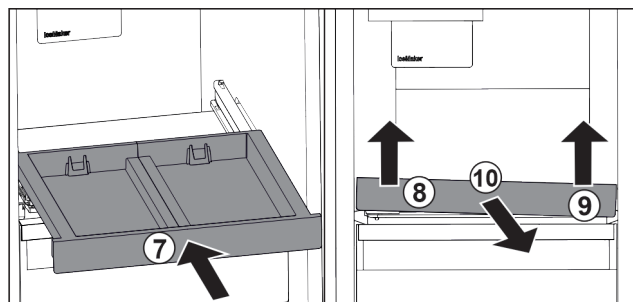

Fig. 25
- ▶ Wsunąć wysuwaną półkę. Fig. 25 (7)
- ▶ Unieść wysuwaną półkę z przodu po lewej. Fig. 25 (8)
- ▶ Unieść wysuwaną półkę z przodu po prawej. Fig. 25 (9)
- ▶ Wyjąć wysuwaną półkę do przodu. Fig. 25 (10)